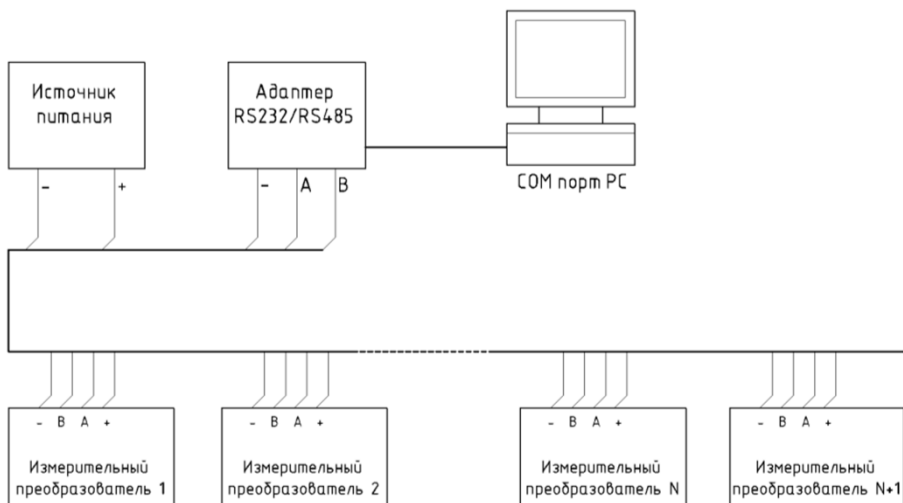

Рис.6. Схема подключения преобразователей.
6.1. Подключение преобразователя к измерительной системе осуществляется по четырем проводам - по одной паре подается напряжение питания (цепи - и +), по другой происходит обмен по интерфейсу RS-485. Преобразователи подключаются к четырехжильному кабелю параллельно, как показано на рис.6.
Подключите **только один** преобразователь к компьютеру как показано на рис.6.